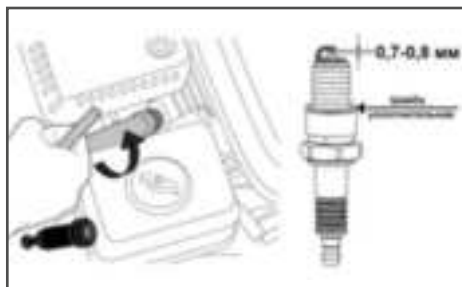

Рис. 22
1. Снимите со свечи зажигания колпачок высоковольтного провода и удалите грязь вокруг свечи зажигания (Рис. 22).
4. Измерьте зазор между электродами свечи зажигания специальным щупом. Зазор должен быть 0,7-0,8 мм (Рис. 22). При увеличении, или уменьшении требуемого зазора, рекомендуется заменить свечу, так как регулировка зазора может привести к изменению качества искрообразования.